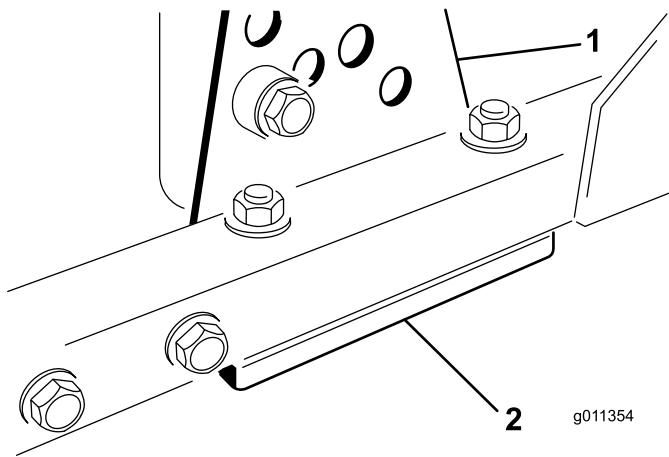

Figure 123
1. Retirez le support de hauteur de coupe (avant, gauche ou droit) du cadre de l'unité de coupe (Figure 123).
2. Placez des cales de 1,5 mm et/ou des cales de 0,7 mm entre le cadre et le support de l'unité pour obtenir la hauteur de coupe voulue (Figure 123).